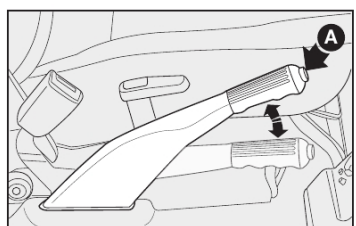

fig. 1
FREIO DE MÃO - fig. 1
1) Levantar levemente a alavanca e apertar o botão de desengate **A**-fig. 1.
2) Manter apertado o botão e abaixar a alavanca. A luz-espia (D) apaga-se.